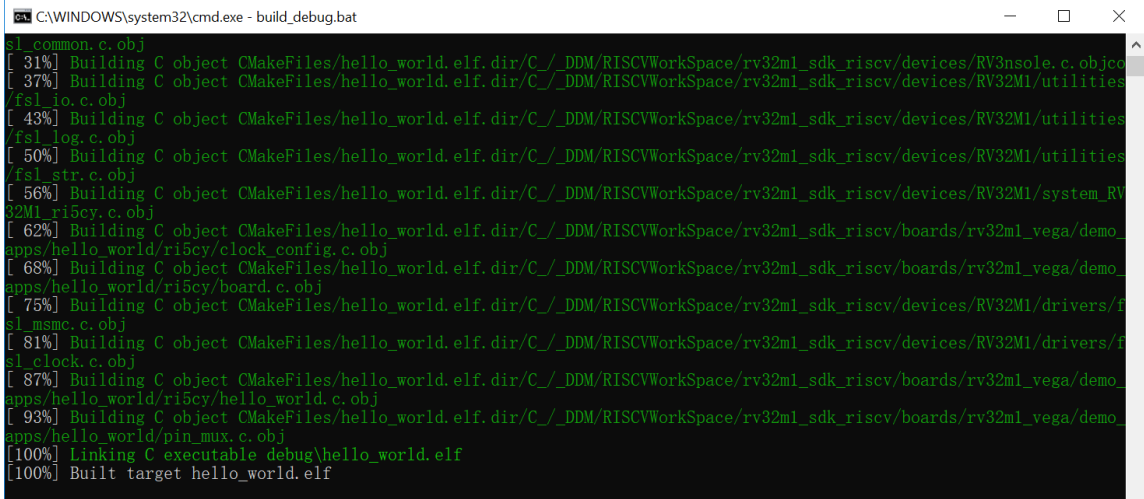
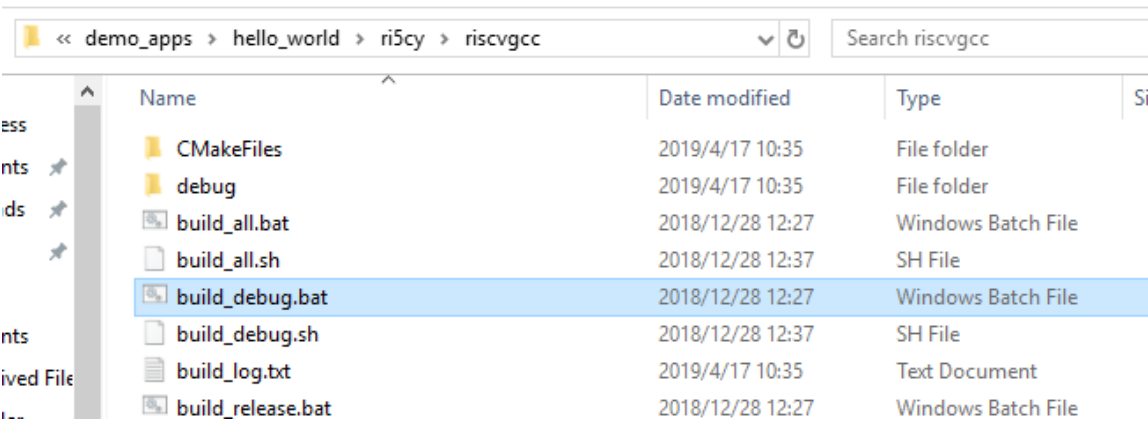
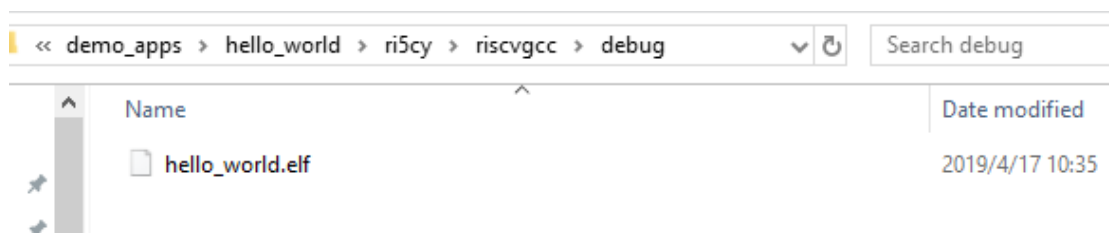

图 10 成功编译 hello_world.elf
图 11 双击文件夹中的 build_debug.bat 文件
图 12 可执行文件编译成功
- 2. 输入 *build_debug.bat* 命令编译 debug 版本的例子。如图 10 显示已经编译成功了。也可以在 Windows 资源管理器中双击 build_debug.bat 文件来编译，如图 11 所示。结果在 debug 文件夹中将编译出 hello_world.elf 的可执行文件，如图 12 所示。